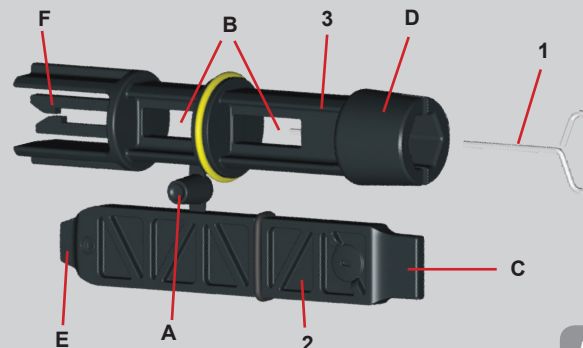

Fig. 23
- 1 - Sexkantnyckel av metall (Fig. 23 - 1).
- 2 - Platt nyckel av plast (Fig. 23 - 2).
- 3 - Cylindrisk nyckel av plast (Fig. 23 - 3).
Nyckel 1 ska föras in i änden D på nyckel 3. Vid det första användningstillfället ska de två nycklarna av plast 2 och 3 som är sammanlänkade tas isär (Fig. 23 - A):